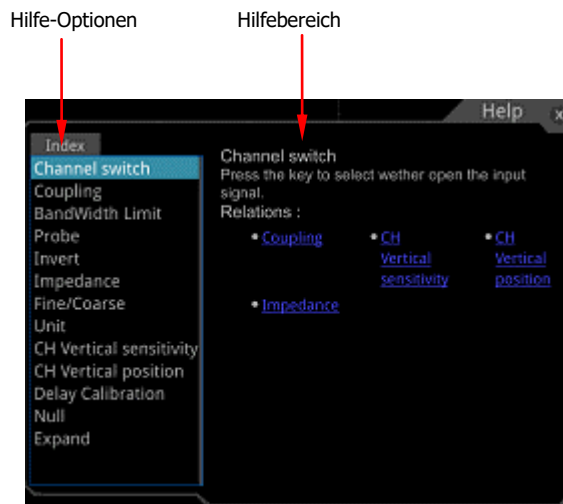

Bild 1-20 Hilfeoberfläche
2. Softkey-Tasten **Help** → **Content** drücken (Gerätefrontseite) oder auf Menüpunkt „Help“ Tippen (Touch Screen) und die entsprechenden Hilfeinformationen werden auf dem Bildschirm angezeigt (siehe Bild 1-20). Die Hilfeoberfläche besteht im Wesentlichen aus zwei Teilen. Links sind die Hilfe-Optionen aufgeführt. Rechts befindet sich der Hilfebereich (Erklärungen).
**Nach Öffnen der Hilfeoberfläche** können die entsprechenden Hilfeinformationen im Hilfebereich (siehe Bild 1-20) **wie folgt abgerufen** werden: